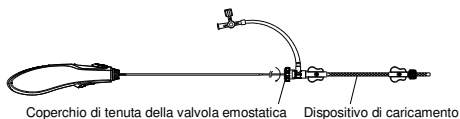

Figura 8. Illustrazione dell'avvitamento in senso orario del coperchio di tenuta della valvola emostatica
- Serrare il coperchio di tenuta della valvola emostatica fino a un livello accettabile (vedere la figura 8). Quindi spingere e tirare ripetutamente per verificare che la tensione sia corretta.